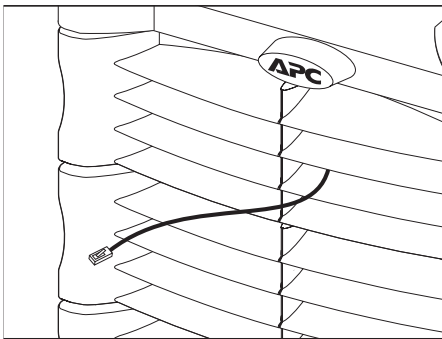

Рис. 5-11 Кабель панели индикации PowerView, проходящий через верхнюю защитную решетку
2. Пропустите конец кабеля RJ45 через центральную щель защитной крышки. См. рис. 5-11.